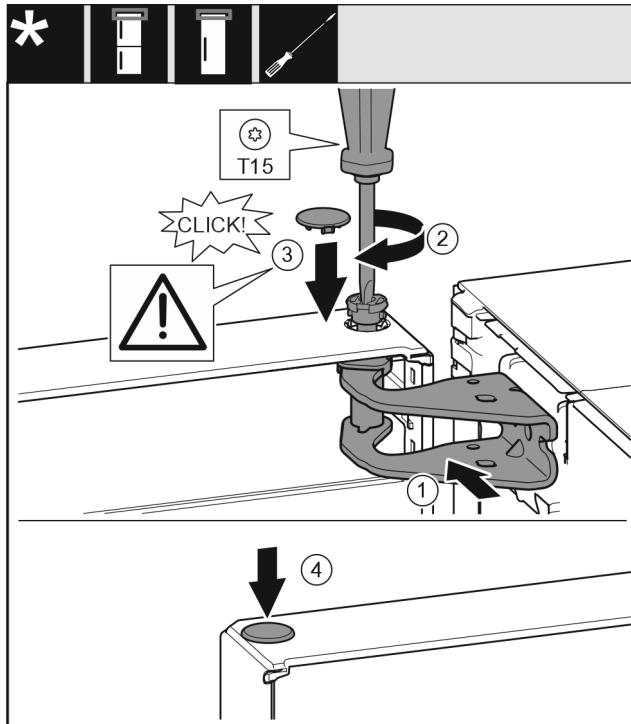

Fig. 18
- ▶ Tür oben zur Öffnung im Lagerbock ausrichten. Fig. 18 (1)
- ▶ Bolzen Fig. 18 (2) einsetzen und mit Schraubendreher festschrauben.
- ▶ Sicherungsabdeckung Fig. 18 (3) zur Sicherung der Tür montieren: Sicherungsabdeckung einsetzen und kontrollieren ob sie auf der Tür aufliegt. Ansonsten Bolzen vollständig einsetzen.
- ▶ Stopfen Fig. 18 (4) einsetzen.